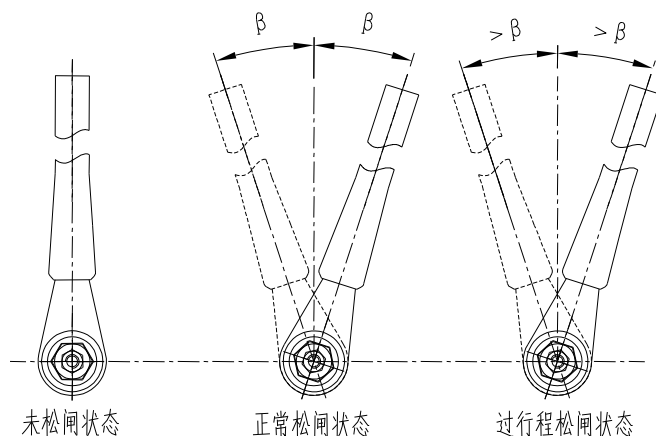

图 33 松闸角度示意图
- 使用松闸时，制动器松闸扳手旋转角度  $\beta \leq 25^\circ$  见图 33。
- 如出现无法复位情况，现场人员需将扳手复位到“未松闸状态”如图 33 所示，并告知生产商售后人员。